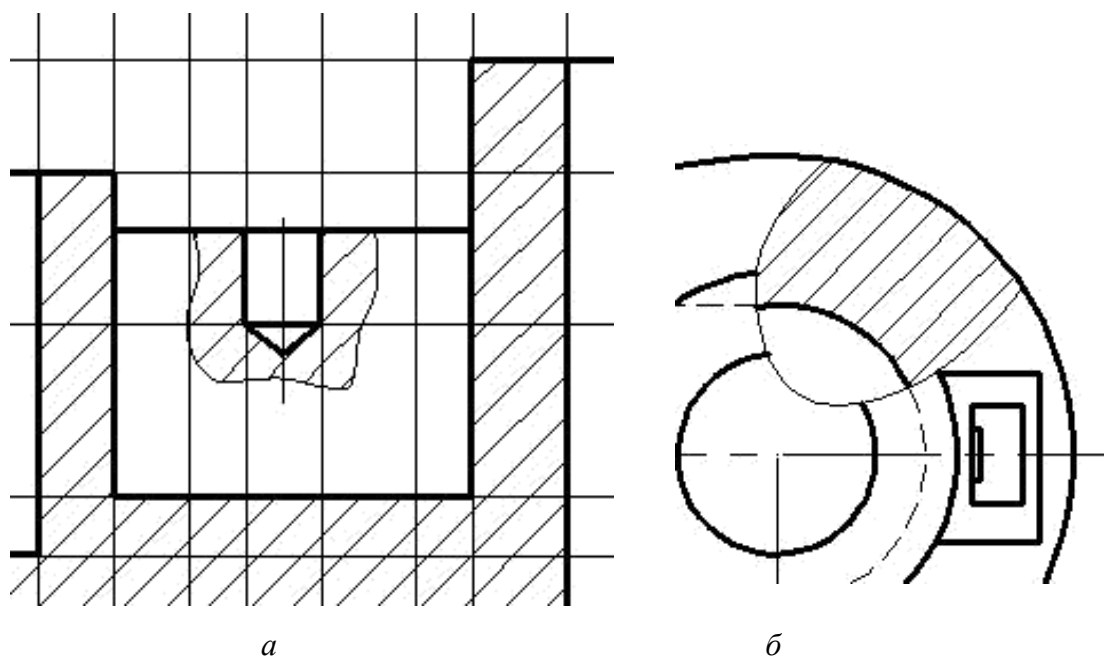

Рис. 4.8. Получение изображений местных разрезов:
10. Установить текущим слой 0. Изобразить сплошные волнистые линии, определяющие положения местных разрезов. Использовать команду **Сплайн (Spline)**  (рис. 4.8). При завершении построений изображений видов и разреза необходимо удалить вспомогательные линии чертежа.